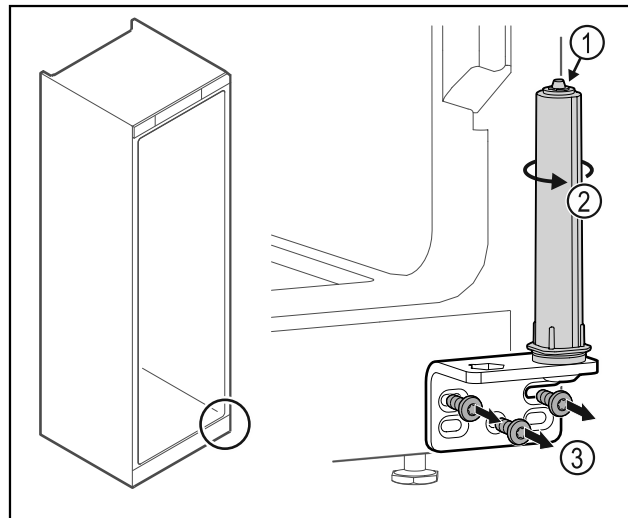

Fig. 41
- Ne pas désassembler le système de fermeture de la porte Fig. 41 (1).
- Tourner le système de fermeture Fig. 41 (2) jusqu'à entendre un clic.
- Dévisser l'équerre de la charnière Fig. 41 (3).